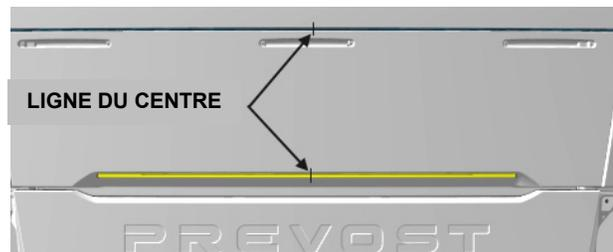

FIGURE 23
3. Pour faciliter l'installation des larmiers, tracer des lignes de référence indiquant le centre de la face arrière afin que les larmiers soient parfaitement centrés lors de l'installation (FIGURE 23). Vous pouvez utiliser le feu «STOP» central comme référence pour trouver le centre de la face arrière.